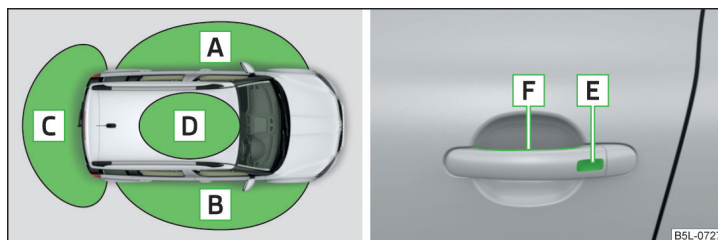

Fig. 33 Designación de las zonas / sensores en el tirador de la puerta delantera
La llave debe encontrarse en una de las zonas **A**, **B** o **C** » fig. 33 (hasta unos 1,5 m del vehículo).
Zonas de desbloqueo y bloqueo » fig. 33
➤ Sujete el tirador de la puerta delantera o cubra con toda la superficie de la mano el sensor **[F]** » fig. 33 » **!**.
➤ Toque el sensor **[E]** » fig. 33 con los dedos» **!**.
➤ Toque el sensor **[E]** » fig. 33 con los dedos dos veces en el lapso de 2 segundos» **!**.
- El sistema KESY puede encontrar la llave válida, incluso si ha sido olvidada, p. ej., en la parte delantera del techo del vehículo **[D]** » fig. 33. Por eso, es necesario saber en todo momento dónde se encuentra la llave.
Si el vehículo no se desbloquea por un largo tiempo, se desactivan automáticamente los sensores de manilla » fig. 33 de la página 54. ►
- Desbloquee la puerta del conductor con ayuda del sensor **F** » fig. 33 de la página 54.